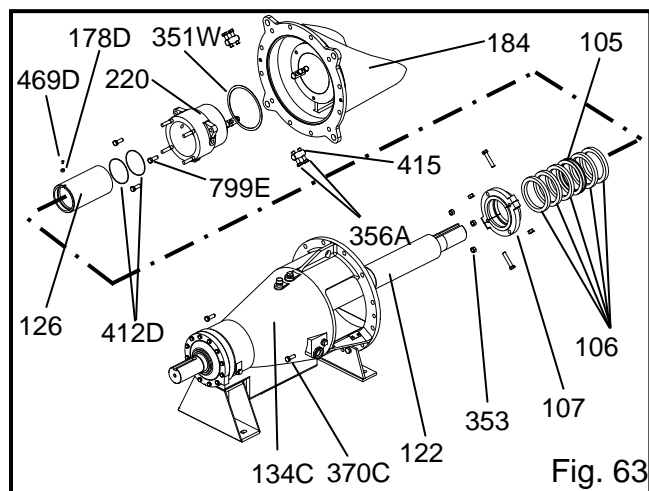

Fig. 63
15. Poser la clavette de manchon (178D) dans le logement de clavette de l'arbre (122). Glisser le joint torique (412D) dans le manchon d'arbre (126) puis glisser le manchon sur l'arbre jusqu'à l'alignement des logements de clavette. Poser la vis de pression (469D) et la serrer pour verrouiller le manchon en position. Prendre garde à ne pas marquer ni rayer le manchon ou l'arbre pendant l'opération. Fixer la boîte à garniture (220) et le joint (351W) sur le couvercle de boîte à garniture (184) à l'aide des vis (799E). S'ils ont été déposés, reposer les quatre goujons (355). Sur les pompes de grande dimension utiliser une élingue ou un crochet avec une chaîne pour soutenir le poids du couvercle de boîte à garniture pendant la pose. Monter le couvercle de boîte à garniture (184) sur l'ajustement du boîtier de roulement (134C). Prendre garde à ne pas griffer ni endommager l'arbre de pompe (122) ou le manchon (126) pendant le montage. Fixer le couvercle de boîte à garniture (184) sur le boîtier de roulement (134C) à l'aide des vis (370C). Garnir au départ la boîte à garniture avec deux bagues de garniture (106) en décalant les coupes à chaque bague. Insérer la bague de lanterne (105) en s'assurant qu'elle s'aligne avec les ports de rinçage. Si la bague de lanterne comporte des taraudages pour l'extraction, s'assurer qu'ils soient dirigés vers l'extérieur de la boîte. Insérer trois bagues de garniture supplémentaires (106), le presse-étoupe (107) et les écrous de presse-étoupe (353), serrer les écrous à la main seulement. Poser tous les tuyaux de rinçage qui ont pu être déposés pendant le démontage, voir Fig. 63.